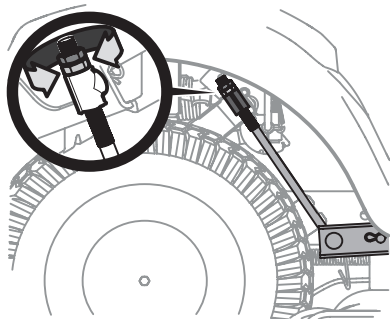

Figure 20
3. Une tige de réglage se trouve sous chaque aile arrière, près des roues (Figure 20).